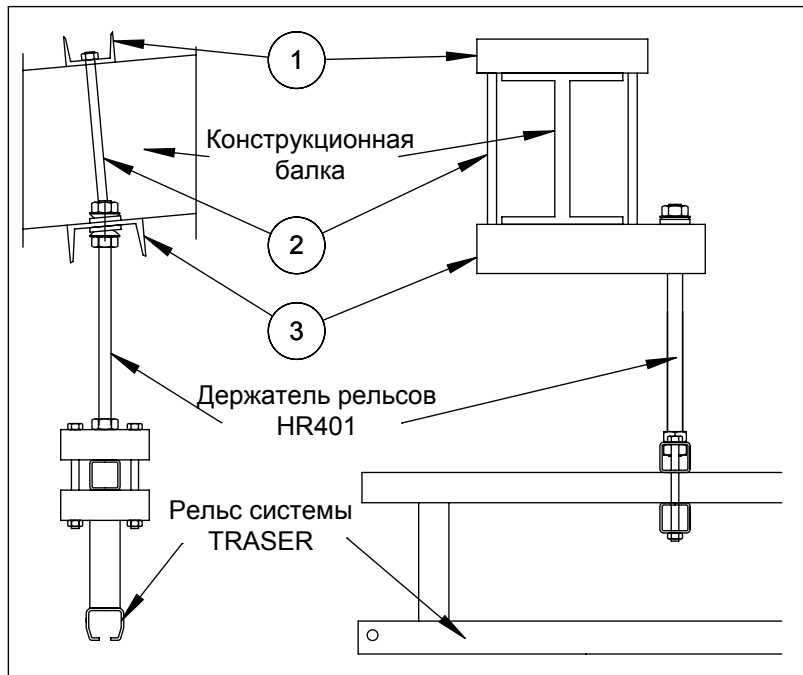

Рис. 5-3
5.2.1. Крепление без сверления отверстий в несущей конструкции - рис. 5-3.
Направляющая системы TRASER прикреплена к нижней поверхности конструкционной балки при помощи дополнительных элементов "1", "2" и "3" (рис. 5-3), которые охватывают балку.